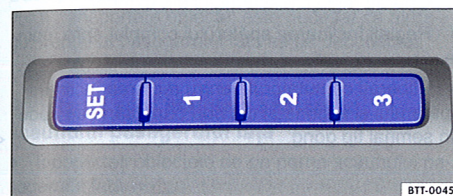

Fig. 55 Tastele de memorare din partea exterioară a scaunului șoferului.
- Apăsați tasta  pentru mai mult de o secundă ⇒ fig. 55.
- Apăsăți oricare tastă de memorare ⇒ **fig. 55** și mențineți-o apăsată până la încheierea procesului de activare.
- Apăsăți tasta **(SET)** ⇒ **fig. 55** și mențineți-o apăsată până la încheierea procesului de dezactivare.